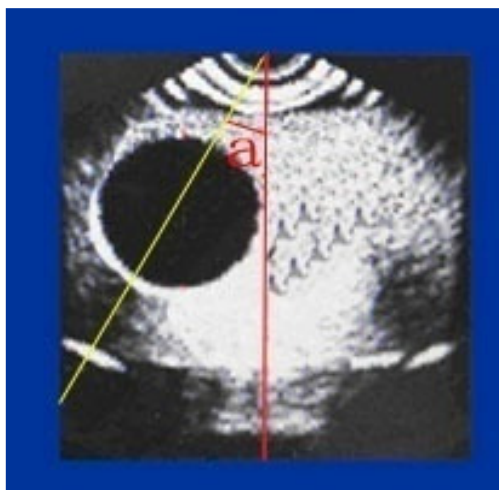

Bild A-5 $\angle a$
A. 3.1 När bilden ser ut som fig. A-° ska värdet på probekalibrering i systeminställningen vara negativt. Värdet beräknas med gradvärdet $\angle a$, som fig. A-5 ($\angle a$ är lika med bildens centrum mellan den röda linjens grad)